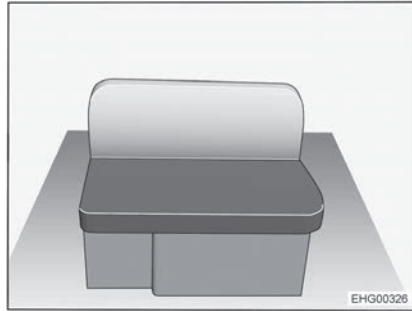

Fig. 22 Banquette longitudinale, droite
- Retirer les coussins d'assise et de dossier de la banquette longitudinale (Fig. 22).